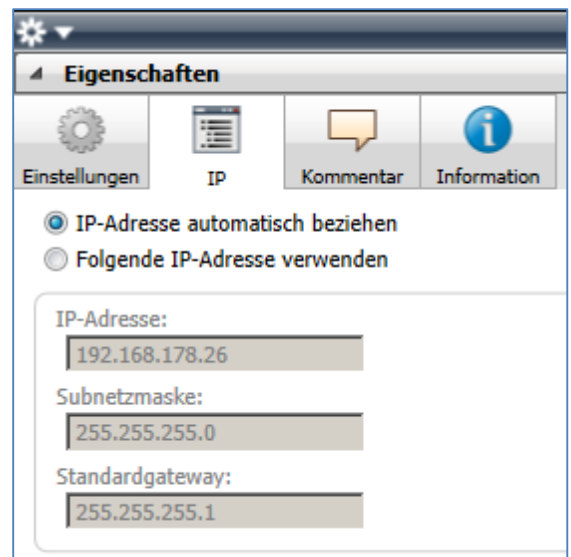

Abbildung 5: Einstellung der IP-Adressdaten des Geräts unter dem Reiter „IP“ im Sidebar der ETS.
3. Wählen Sie den Reiter *IP* entsprechend Abbildung 5. Wählen Sie nun entweder